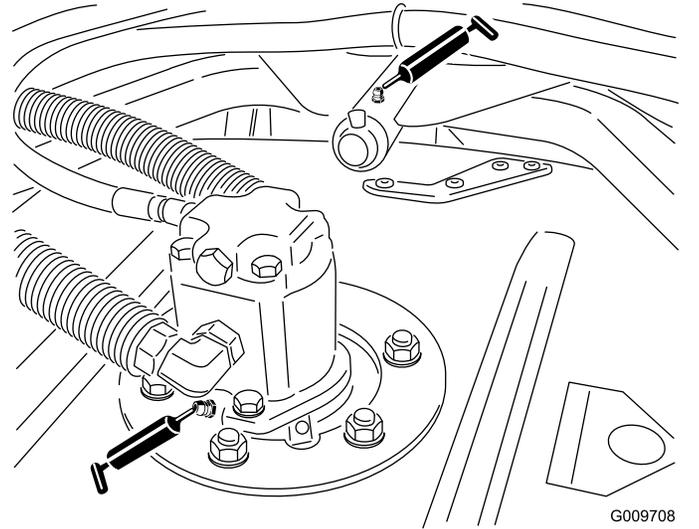

Figure 52
- Roulements d'axes de pivots de plateau de coupe (2 par plateau) (Figure 52)
- Bagues de bras de bâti porteur de plateau de coupe (1 par plateau) (Figure 52)